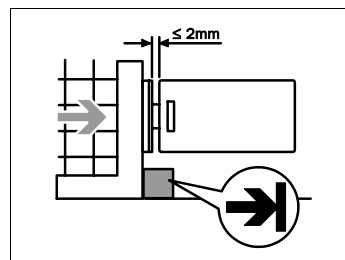

Fig. 2 : Montage
⚠ Ni l'interrupteur de sécurité ni l'actionneur ne doivent servir de butée mécanique (cf. Fig. 2).
- Poser la butée d'arrêt de la partie mobile du protecteur (cf. Fig. 2).